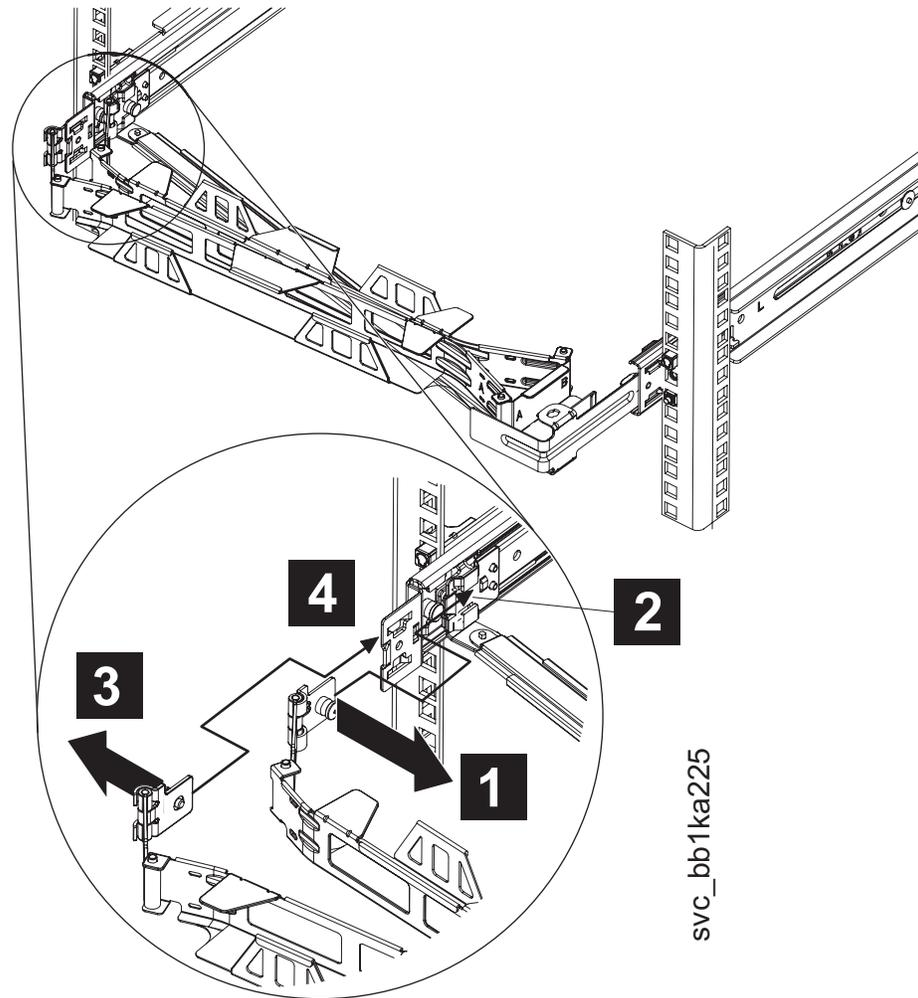

図20. SAN ポリユーム・コントローラー 2145-CF8 サポート・アーム上のケーブル・マネジメント・アーム
- a. ケーブル・マネジメント・アーム・ピン (37 ページの図 20 の **1**) を引き抜き、ケーブル・マネジメント・アーム・タブ **2** をスライドさせてスライド・レールの内側のスロットにはめます。